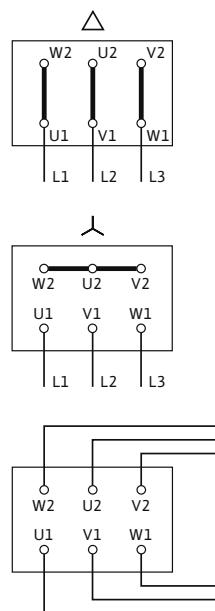

Fig. 17: Netzanschluss
Das Anschlusschema für den Elektroanschluss befindet sich im Klemmenkastendeckel (siehe auch Fig. 17).
- Der Netzanschluss ist abhängig von der Motorleistung P_2 , von der Netzspannung und von der Einschaltart. Die erforderliche Schaltung der Verbindungsbrücken im Klemmenkasten ist folgender Auflistung „Tab. 4: Belegung der Anschlussklemmen“ auf Seite 17 sowie Fig. 17 zu entnehmen.